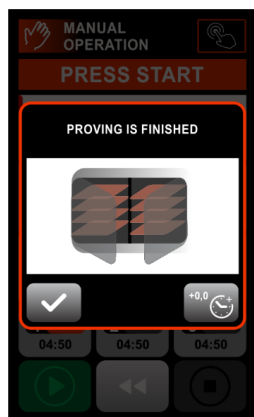

Рисунок 14: Окончание прувинга
- ⇒ Чтобы продлить время расстойки, нажмите значок добавления времени после окончания расстойки (Рисунок 14) во всплывающем меню,  которое появляется после окончания расстойки. Каждый выбор добавляет 1 минуту.